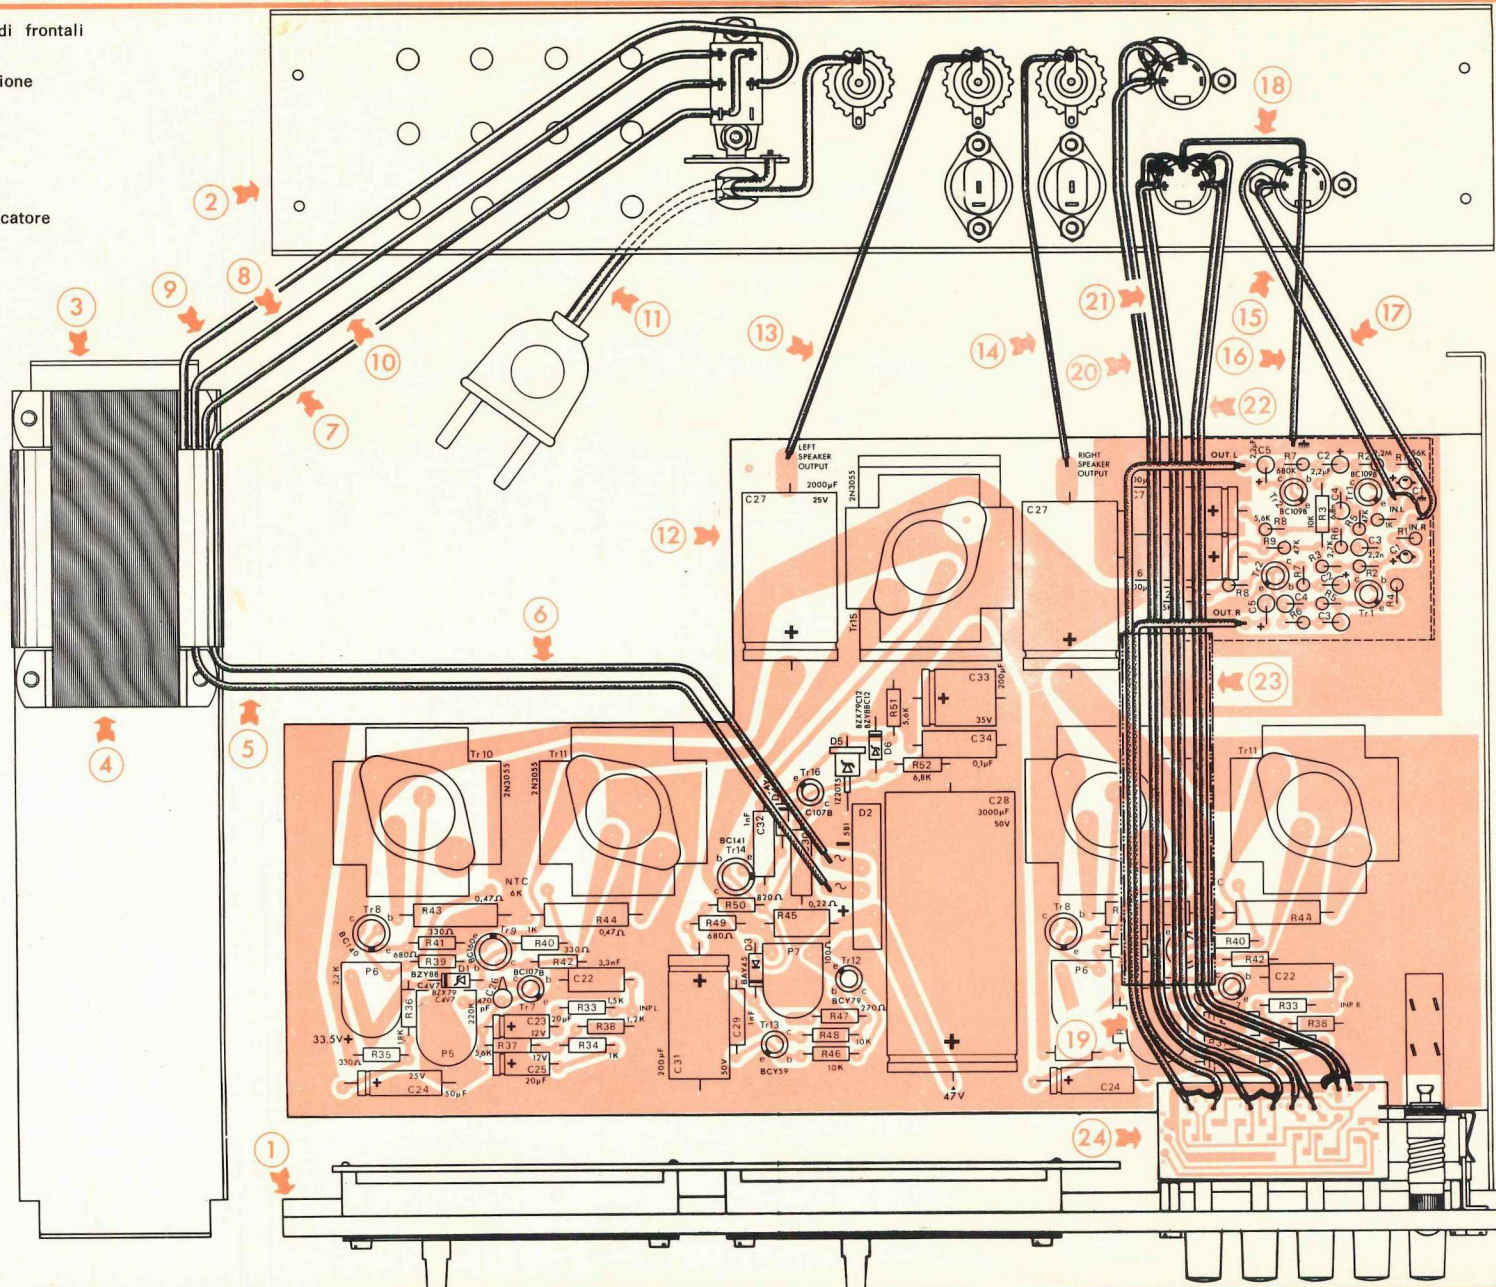

Fig. 12 - Operazioni di cablaggio generale.
1) Collegare il cordone rete, il primario e secondario del trasformatore come visibile in fig. 12.
1) Collegare la massa del c.s al n 2 della presa Mag. e della presa Output tape - fig. 12.
2) Collegare con filo schermato il terminale 3-5 della presa Mag. al c.s. come fig. 12.